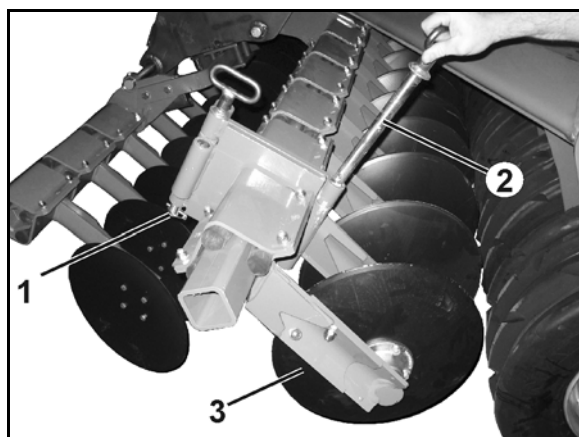

Fig. 72
- 9.1 Løsne akselpinnen (Fig. 72/1).
- 9.2 Trekk ut låsebolten (Fig. 72/2).
- 9.3 Slå ned kantskiven (Fig. 72/3) og fest den i denne stillingen med bolten.